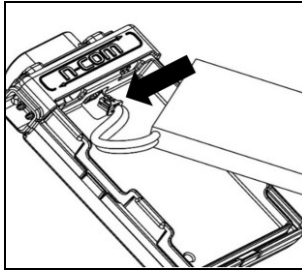

Fig. 2
- Branchez le connecteur de la batterie à son homologue (Fig. 2), en faisant attention au sens d'insertion correct. Si nécessaire, utilisez l'outil à tête plate (fourni) pour insérer complètement le connecteur de la batterie dans son homologue.